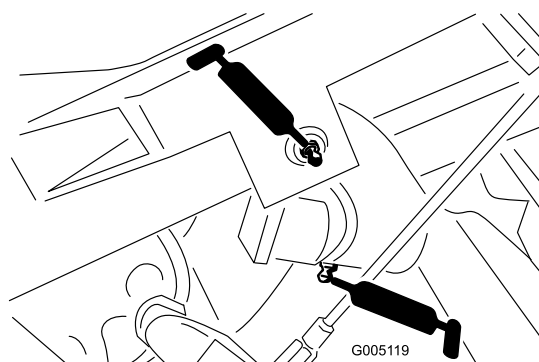

図 41
- ・ 昇降アームのピボット (3か所) とピボットヒンジ (3か所) (図 41)